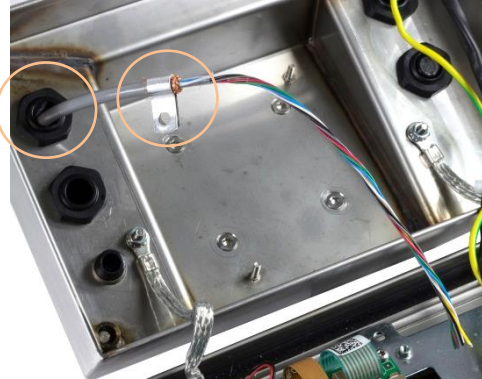

Figure 2-27 : Câble du capteur pénétrant dans l'enceinte de l'IND236 avec le serre-câble de mise à la masse sur le châssis
1. Le câble du capteur est dirigé dans l'enceinte à travers le presse-étoupe indiqué sur la Figure 2-27.